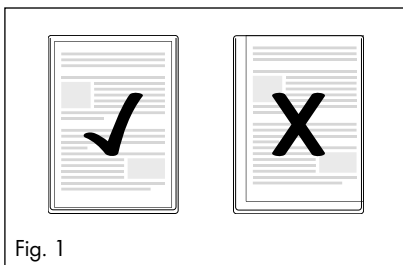

Fig. 1
- A indicação de que foi atingida a temperatura de serviço é efetuada através do acendimento da luz indicadora verde "Operacional" ⑥. Para um resultado de plastificação uniforme, recomendamos que, sobretudo no caso de películas plásticas mais finas (menos de 125 microns) e quando for regulada uma outra espessura de película plástica, o processo de plastificação seja iniciado após um período de espera adicional de aprox. 2-3 minutos.
- A luz indicadora verde "Operacional" ⑥ poder-se-á entretanto apagar e voltar a acender. Isto significa que o aparelho mantém a temperatura e volta a aquecer. Isto não é uma falha de funcionamento do aparelho!
- ▶ Certifique-se de que todas as margens do documento se situam a pelo menos dois milímetros de distância da margem da bolsa de película plástica, conforme ilustrado na fig. 1.